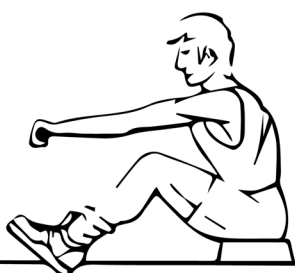

Fig. 2
3. Premere all'indietro e allungare la schiena e le gambe allo stesso tempo (Fig. 2).